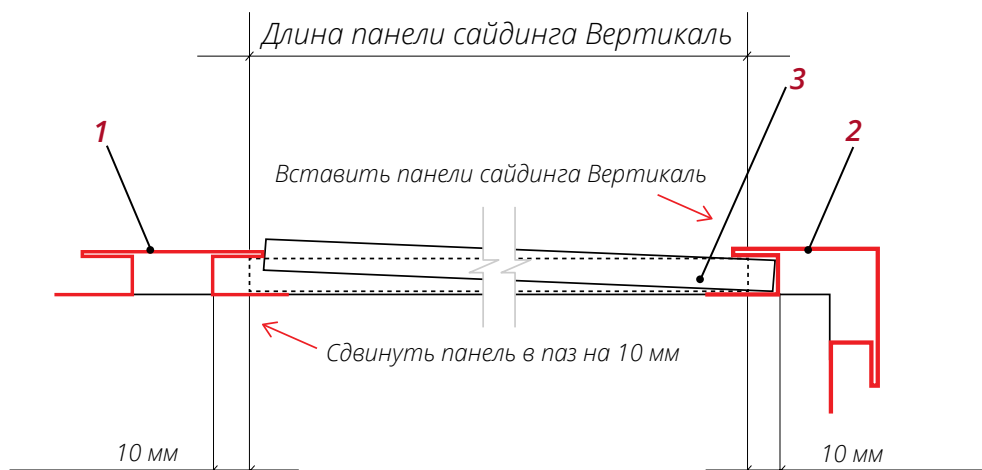

Рис. 3
■ Используя схему со сложными доборными элементами, подготовьте панели таким образом, чтобы, когда один край панели **3** заведен до упора в паз доборного элемента **2**, второй край можно было завести в паз доборного элемента **1** с другой стороны (рис.3).
- Вставьте панель в пазы доборных элементов и выровняйте ее так, чтобы панель входила в пазы на полную его глубину или на 10 мм (рис.3).
- Прижмите панель к обрешетке и закрепите саморезами в гвоздевую полку. Прикручивайте панель от центра к краям. Не крепите сайдинг слишком плотно. Оставьте расстояние примерно 0,8-1 мм между нижним краем шляпки самореза и панелью, так чтобы она имела свободный ход по горизонтали (рис.3).